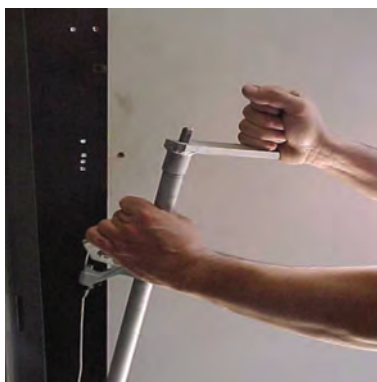
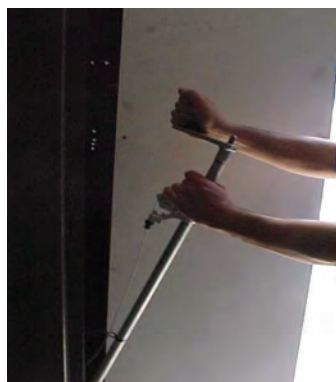

Fig. 1
Fig. 2
5.	Quitar la alimentación desconectando el interruptor principal de fuerza (VP)
7.	Retirar la manivela situada en la puerta del armario (Imagen 1) y colocarla en la argolla del generador (Imagen 2) Sacar el pedal del armario (Imagen 3) y posicionarlo en el suelo.